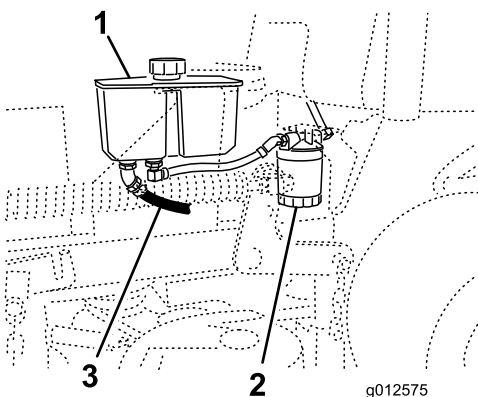

Figura 73
- Individuate il flessibile idraulico anteriore sotto il serbatoio idraulico e collocate una bacinella di spurgo sotto il serbatoio (Figura 73).